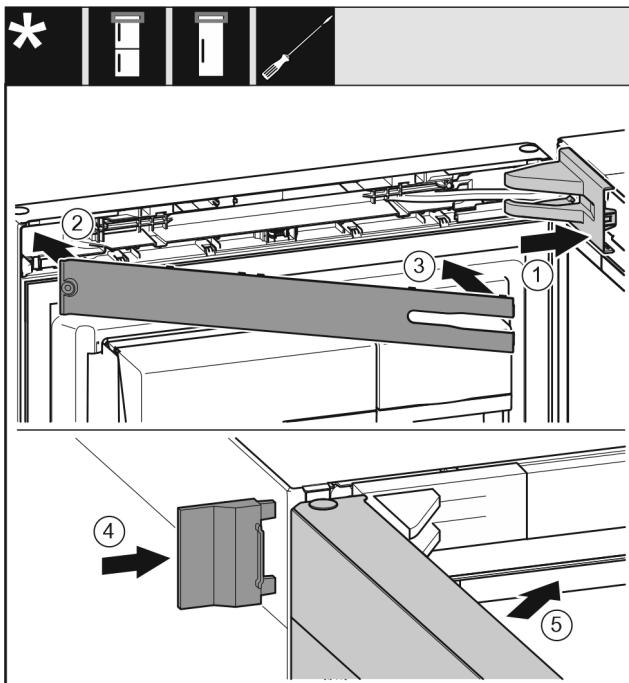

Fig. 71
- Lagerbockabdeckung Fig. 71 (1) aufsetzen und einrasten, ggf. vorsichtig auseinanderdrücken.
- Blende Fig. 71 (2) aufsetzen.
- Blende Fig. 71 (3) einschwenken und einrasten.
- Äußere Abdeckung Fig. 71 (4) aufschieben.
- Obere Tür Fig. 71 (5) schließen.